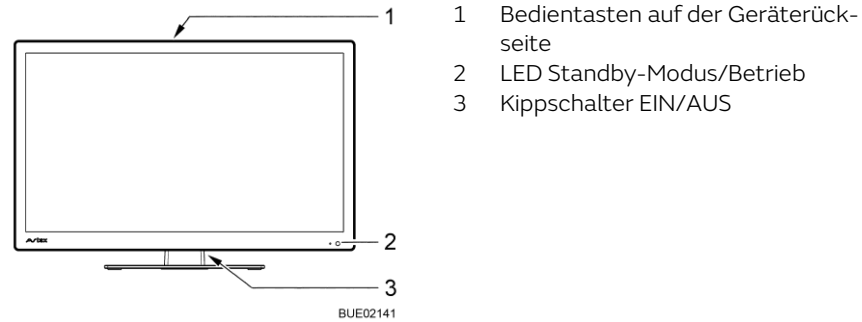
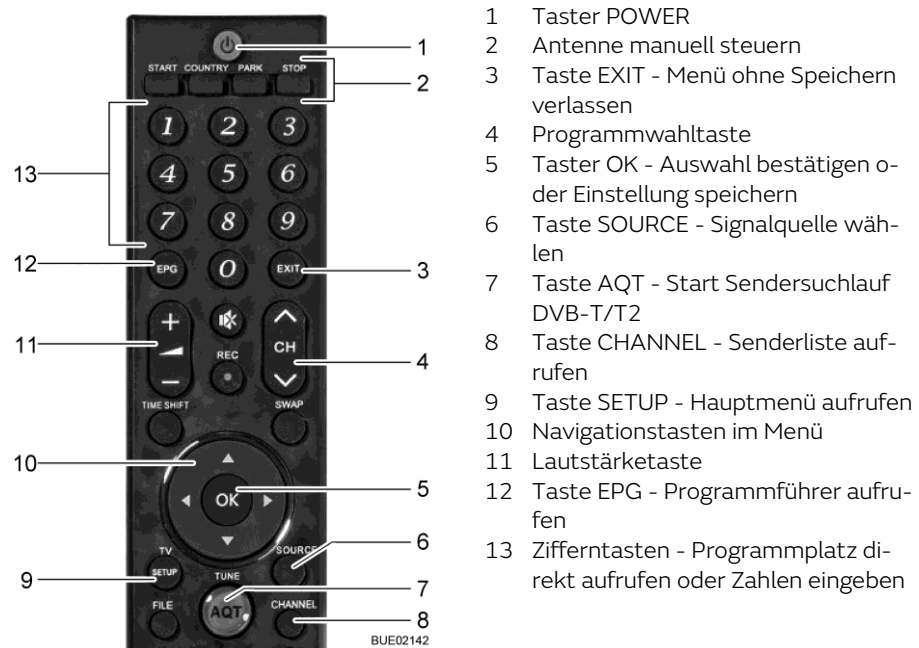

Bild 45 Bedienung am Flachbildschirm
Bild 46 Fernbedienung
- Kippschalter (Bild 45,3) auf der Rückseite des Flachbildschirms auf EIN stellen. Die Anlage schaltet in den Standby-Modus. Die LED (Bild 45,2) leuchtet rot.
- Taste POWER (Bild 46,1) auf der Fernbedienung drücken. Die LED (Bild 45,2) leuchtet blau.
- Programmwahltasten (Bild 46,4 oder Bild 46,13) drücken, bis das gewünschte TV-Programm gewählt ist.
- Taste SOURCE (Bild 46,6) so oft drücken, bis die gewünschte Signalquelle ausgewählt ist.
- Taste PARK (Bild 46,2) drücken. Die Antenne fährt in Parkposition.
- Taste SOURCE (Bild 46,6) so oft drücken, bis die gewünschte Signalquelle (z. B. DVD) ausgewählt ist.
- Taste POWER (Bild 46,1) auf der Fernbedienung drücken. Die Anlage schaltet in den Standby-Modus. Die LED (Bild 45,2) leuchtet rot.
- Kippschalter (Bild 45,3) auf der Rückseite des Flachbildschirms auf AUS stellen.